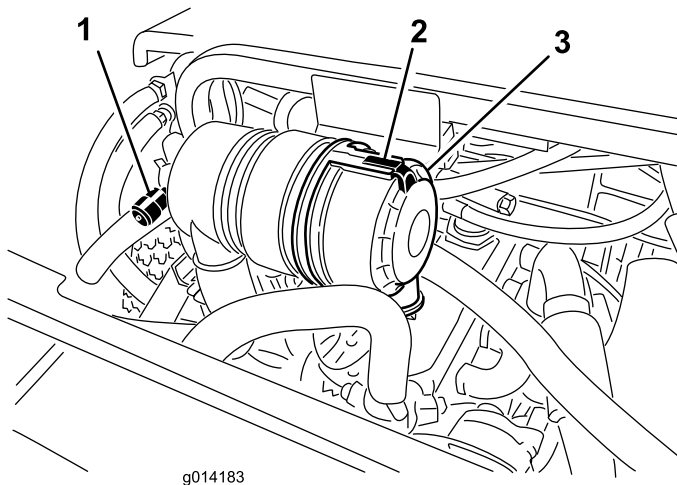

Bild 32
Warten Sie den Luftfilter nur, wenn die Wartungsanzeige dies angibt (Bild 32). Das frühzeitige Auswechseln des Luftfilters erhöht nur die Gefahr, dass Schmutz in den Motor gelangt, wenn Sie den Filter entfernen.
1. Lösen Sie den Riegel, mit dem die Abdeckung des Luftfilters am Luftfiltergehäuse befestigt ist (Bild 32).